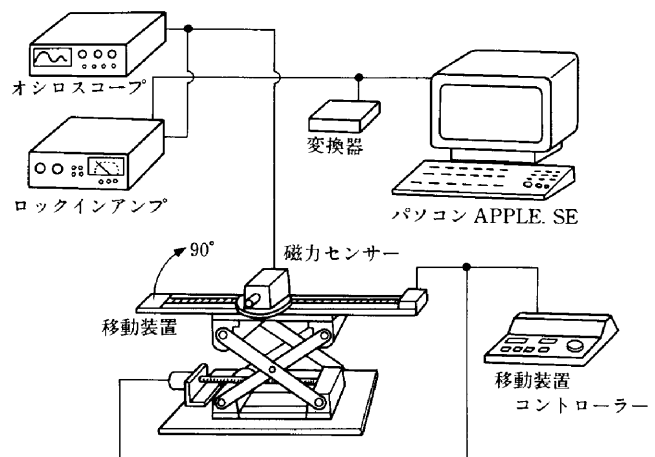

Fig.1 MDB測定システムの構成
- ① 磁力を一定方向に強く出ようコイルコアにフェライトを採用した特殊形状のセンサーを開発し、従来コンクリート内部へ深さ5cm程度までしか到達しなかった磁力が4倍以上の深さまで到達するようになった。また、既存の探査機では10~20kHzの周波数を使用しているが、本機は100kHz以上の高周波を採用したことにより磁場をより強く発生させることができた。
- ② 分解能を良くしようとすると必然的に出力を上げることになり、その結果回路上に熱が発生し波形の乱れや部品への悪影響が出る。本機では発振子に水晶体を採用することで熱の発生を抑え、分解能の向上が図られた。
- ③ 単なる測定器としてでなく、センサー移動装置を組み込み、センサー移動速度、回数、位置などの制御から測定結果の情報処理、アウトプットに至るまで一連の測定をシステム化したMDB測定システムの構成をFig. 1に示す。